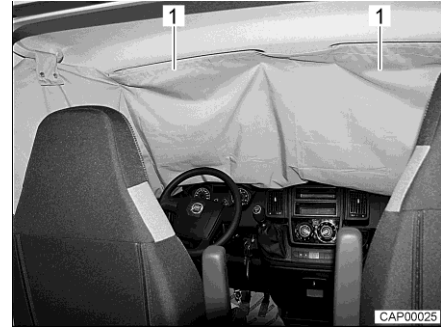

Bild 20 Mörkläggningsgardin för förarhytt på vindruta
- Skjut fickor (Bild 20,1) för mörkläggningsgardinen för förarhytten över de båda solskydden.